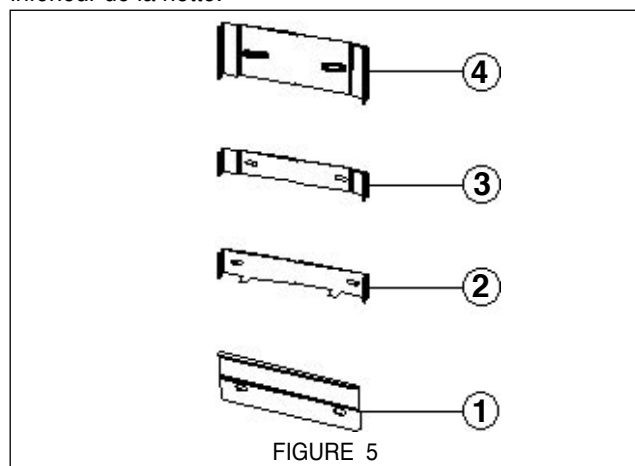
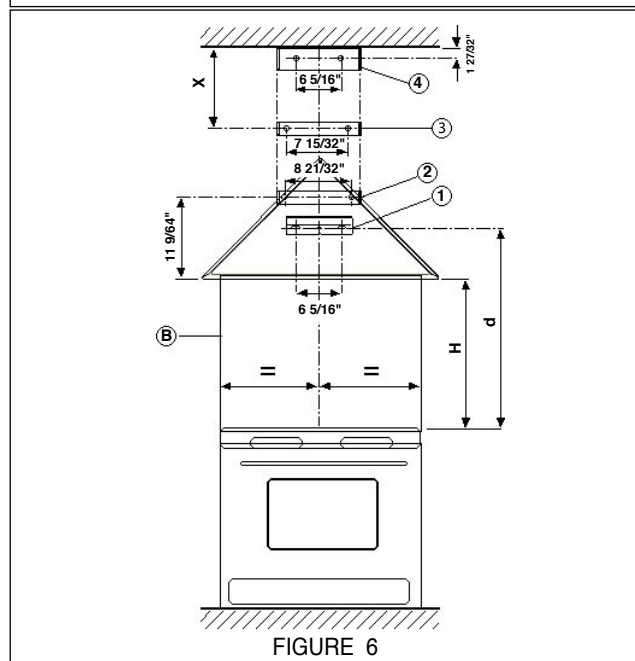

FIGURE 5
FIGURE 6
3. La hotte Egyzia se fixe au mur avec une fixation en forme de « L » (1 des FIGURES 5 et 6). La fixation dotée d'un petit trou fileté doit être installée à plat contre le mur, le trou vers le haut et le rebord éloigné du mur.
4. La cheminée se fixe au mur par trois fixations en forme de « U » (2, 3 et 4 de la FIGURE 5). La FIGURE 6 illustre la position des fixations de la cheminée. La fixation supérieure large doit être installée à environ 1/8 po du plafond. La fixation centrale (en métal brillant) s'installe avec les extrémités en contact avec le mur et les courbes vers l'extérieur. La fixation centrale doit être installée au point inférieur du manchon de la cheminée supérieure. La dimension « X » à la FIGURE 6 doit être de la même longueur que le manchon de la cheminée supérieure.